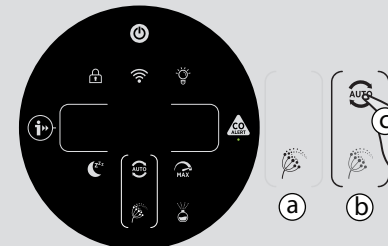

Рис. 11
РЕЖИМ АЛЛЕРГИИ НА ПЫЛЬЦУ: [Рис. 11]
Режим аллергии на пыльцу работает только, если выбран АВТОМАТИЧЕСКИЙ РЕЖИМ. [Рис. 11с]
- Индикатор аллергии на пыльцу горит **БЕЛЫМ** [Рис. 11а]: Прибор и приложение контролируют наличие пыльцы снаружи, и риск отсутствует.
- Индикатор аллергии на пыльцу горит **ЖЕЛТЫМ** [Рис. 11b], а кольцевой индикатор аллергии на пыльцу – **БЕЛЫМ** [Рис. 11а]: Прибор и приложение обнаружили риск.